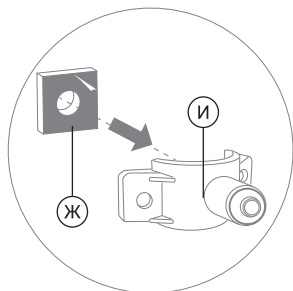

Рис. 9
3. Снимите с уплотнительной прокладки (Ж) (рис. 9) защитную пленку. Приклейте прокладку (Ж) с внутренней стороны хомута (И), одновременно совмещая отверстие в прокладке с отверстием в штуцере хомута (рис. 9).